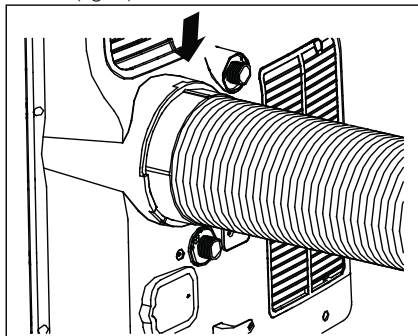

Fig. 8
5. Far scorrere il gruppo sull'apparecchiatura (fig. 8).